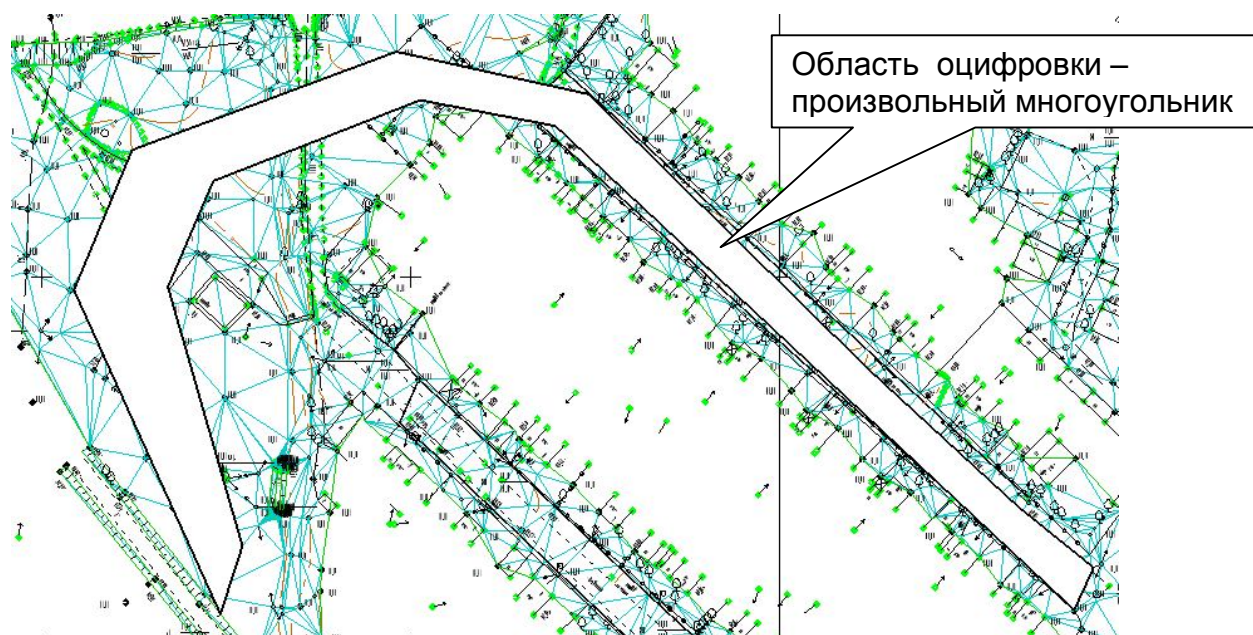

Рис.11
- 4) Указать границы области оцифровки. Если выбрана форма – прямоугольник, то нужно указать первую и вторую вершины прямоугольника. Если выбран многоугольник, то программа переходит в режим непрерывного ввода отрезков – сторон многоугольника. Завершение создания многоугольника производится нажатием на кнопку **Создать объект**  панели свойств Компас. Для повышения скорости при анализе попадания точек оцифровки построенная область будет залита белым цветом (рис.11).